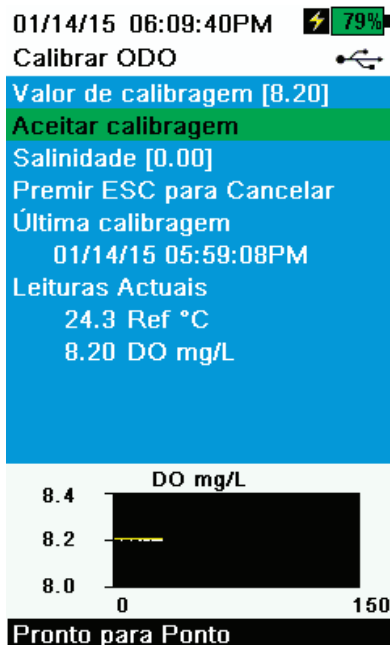

Figura 48 Calibrar ODO mg/L
5. Observe a estabilidade das leituras de medição actuais (a linha branca do gráfico não apresenta alterações significativas durante 40 segundos) e seleccione **Aceitar Calibração** (Figura 48). "Calibração concluída!" aparece na área de mensagens.